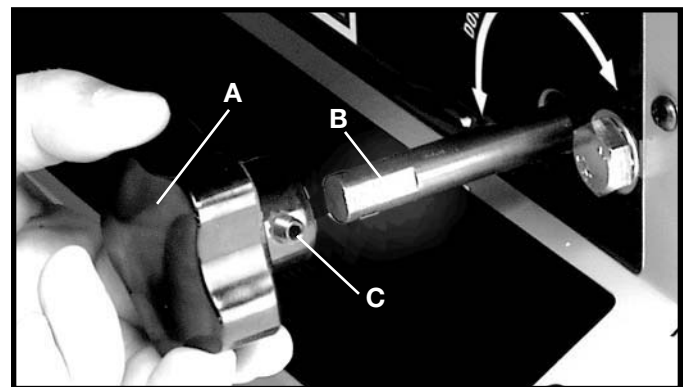

Fig. 5
1. Monte fig. 5 de la manija (A), el eje (B) que se cerciora de el plano encendido dentro de la manija se alinea con el plano en el eje.
2. Sujete fig. 5 de la manija (A), al eje usando un tornillo de presión de M6x1x8mm (C), con la llave de tuerca hexagonal de 3m m provista.